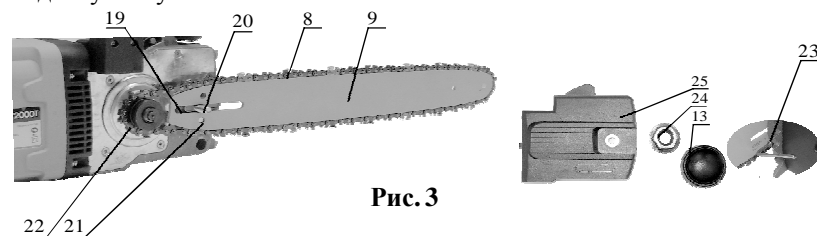

Рис. 3
6.1.2. Установка пильного аппарата (Рис.3).